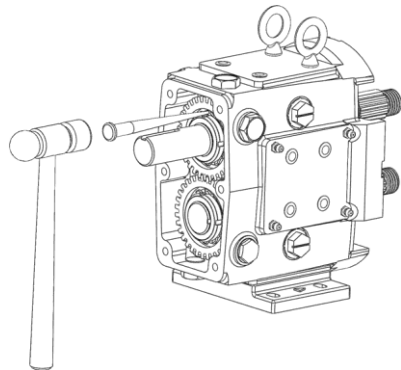
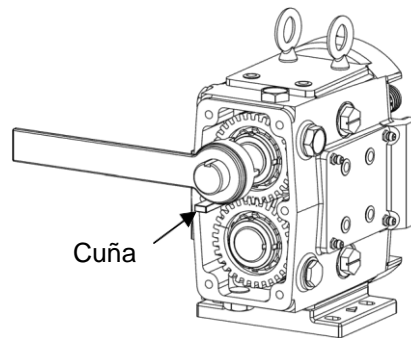

Figura 43: Doblar pestañas en arandelas de seguridad
Figura 44: Retirar arandelas de seguridad
2) Con un martillo y un punzón, doble las pestañas rectas de las arandelas de seguridad (Figura 43). Utilice una cuña (de madera o plástico) para evitar que los ejes giren mientras se quitan las tuercas de seguridad (Figura 44). Con una llave inglesa o la herramienta de extracción de tuercas (disponible en Ampco), quite las tuercas de bloqueo del engrane. Retire lentamente los engranes de los ejes. Retire las llaves de engrane y los espaciadores de engrane de los ejes.